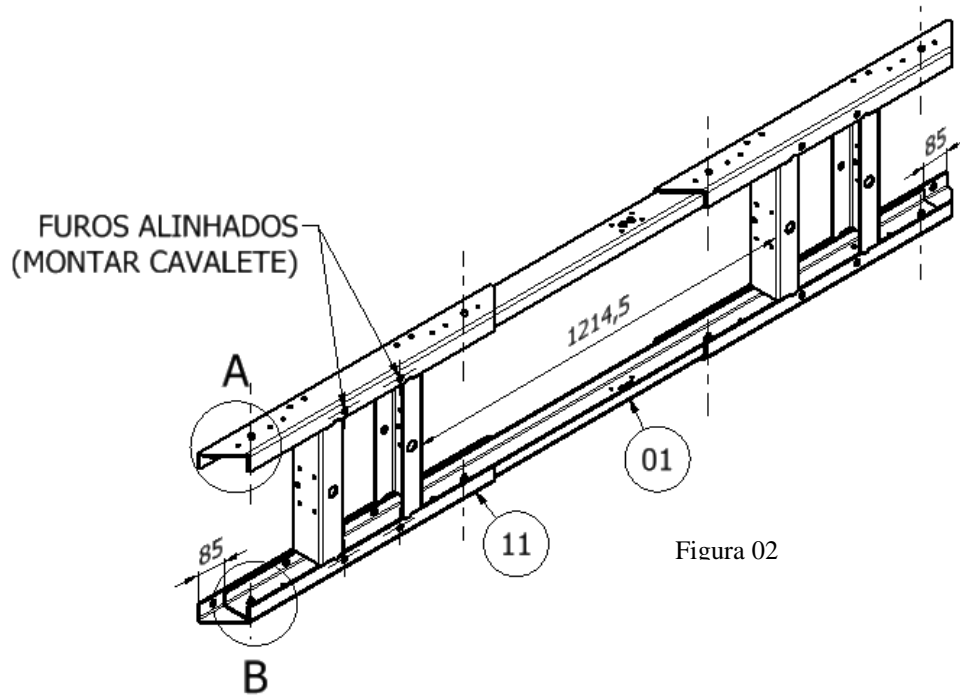

Figura 02
- Encaixar travessa lateral (pos.01) na base (pos.11) e ajustar a dimensão central entre as bases para **1214,5 mm**, em seguida posicionar travessa (pos.01) na distância de **85 mm** em relação a base **frontal** (pos.11) para a **SAR-3500** conforme (Figura-02 e 03).